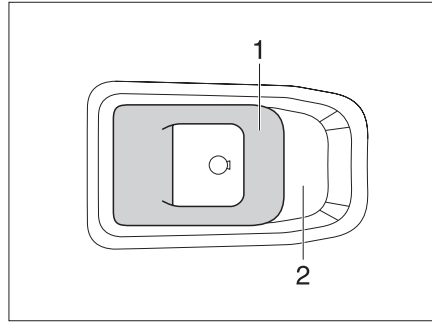

Bild 52 Türschloss Eingangstür, innen
**Öffnen:** ■ Griff (Bild 52,1) ziehen.
**Verriegeln:** ■ Griff (Bild 52,1) in die Griffschale (Bild 52,2) drücken.